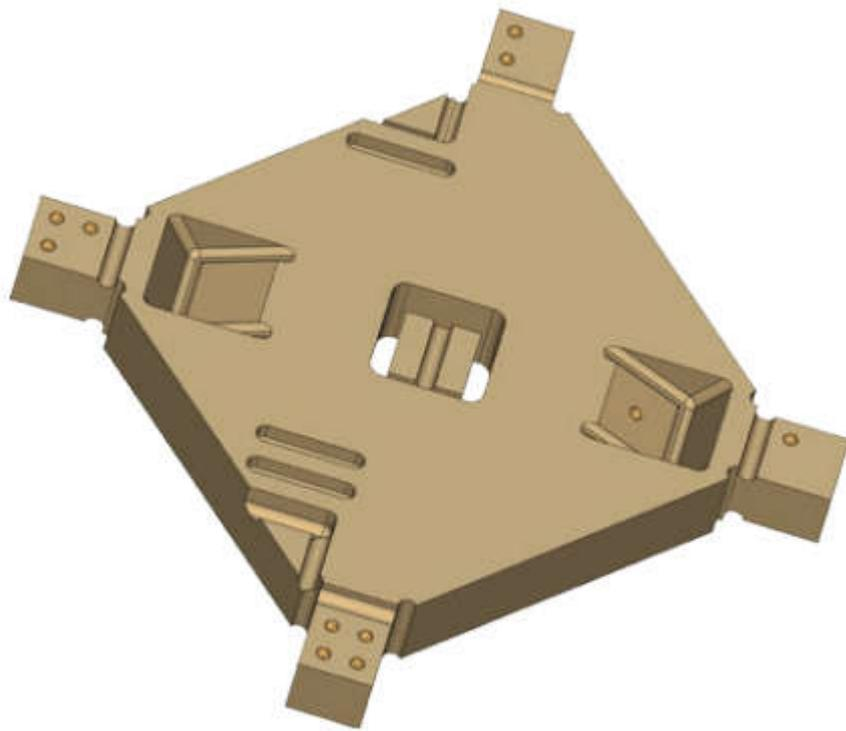

图 34 切削完成的校准/测试块形状
- ①将校准用的圆盘材料放入到夹具中，并锁紧螺丝。
- ②按照在操作软件中介绍的一样，切削测试块/校准块，切削完成的校准/测试块形状如图 34 所示